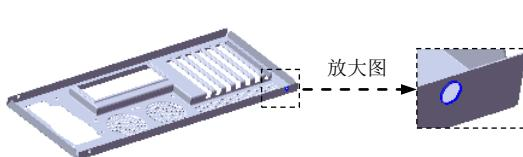

图 17.7.90 创建孔 4
Step22. 创建图 17.7.90 所示的孔 4，深度类型为成形到下一面。